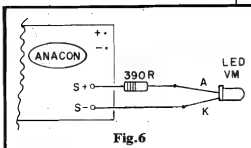

Fig. 6
- **FIG. 6 - CONEXÕES EXTERNAS PARA O INDICADOR VISUAL (OPCIONAL)** - O diagrama mostra as simples modificações que devem ser feitas nas conexões aos pontos "S+" e "S-" da placa, se o indicador visual, com LED, for escolhido. No caso, **ATENÇÃO** à correta identificação dos terminais do LED (em dúvida, o TABELÃO APE está lá, no cogueço da Revista, para esclarecer...).
**FIG. 6 - AS CONEXÕES DA ALIMENTAÇÃO** - Com a plaquinha ainda vista pelo seu lado não cobreado (dos componentes...), detalhamos as ligações da alimentação... Os códigos "VM" e "PT" vistos junto aos símbolos da fiação externa, referem-se às recomendações **cores**, padronizadas, para a cabagem do **positivo** e **negativo** (respectivamente **vermelho** e **preto**). Embora não obrigatória, essa **standardização** sempre ajuda a evitar inversões ou trocas, na hora de se estabelecer as ligações definitivas da alimentação...